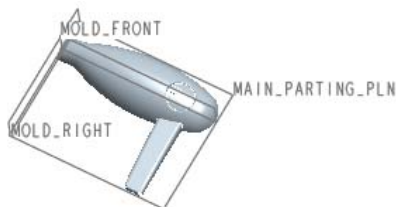

图 8.4 参考件组装完成后
Step4. 选中  **按参考合并** 单选项,然后在 **参考模型** 区域的 **名称** 文本框中接受系统给出的默认的参考模型名称 BLOWER_MOLD_REF (也可以输入其他字符作为参考模型名称),单击 **确定** 按钮。系统弹出“警告”对话框,单击 **确定** 按钮。参考件组装完成后,模具的基准平面与参考模型的基准平面对齐,如图 8.4 所示。